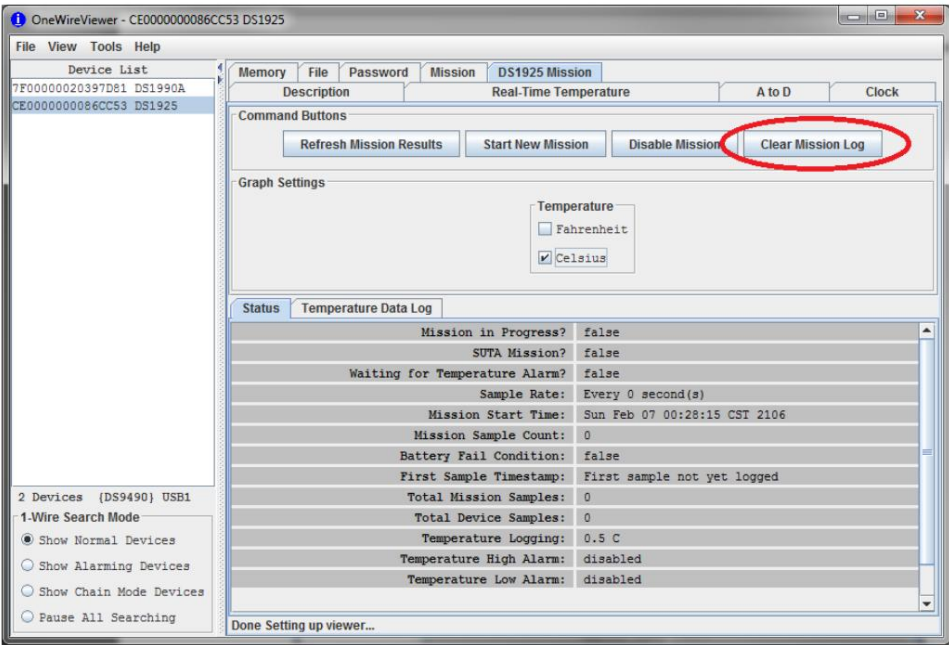

Figura 28. Ejemplo de pestaña Misión DS1925.
- Botón Nuevo Borrar registro de misión (Figura 28). Se puede llamar a esto para realizar un borrado de memoria (registro) de XPC en un nuevo dispositivo. Esto se podría hacer en un dispositivo que no desea iniciar una misión pero desea sacarlo del estado inicial.